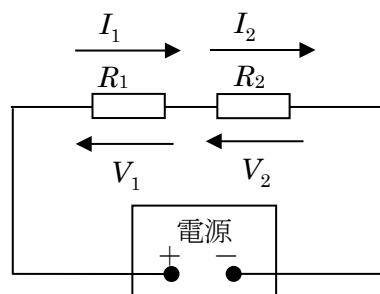

図 1．電気回路 1
- 1) 図 1 の電気回路 1 をブレッドボード上に作成し、抵抗 R_1 にかかる電圧 V_1 と流れる電流 I_1 、および抵抗 R_2 にかかる電圧 V_2 と流れる電流 I_2 をテスターで測定し、それらの測定値を解答欄に記入せよ。ただし、抵抗 R_1 と R_2 は両方 $1.0\text{ k}\Omega$ のものを使用せよ。
- 2) 図 1 の電気回路 1 において、抵抗 R_1 は $1.0\text{ k}\Omega$ のもの、抵抗 R_2 は $2.0\text{ k}\Omega$ のものを使用したものをブレッドボード上に作成せよ。また、電圧 V_1 および V_2 、電流 I_1 および I_2 をテスターで測定し、それらの測定値を解答欄に記入せよ。